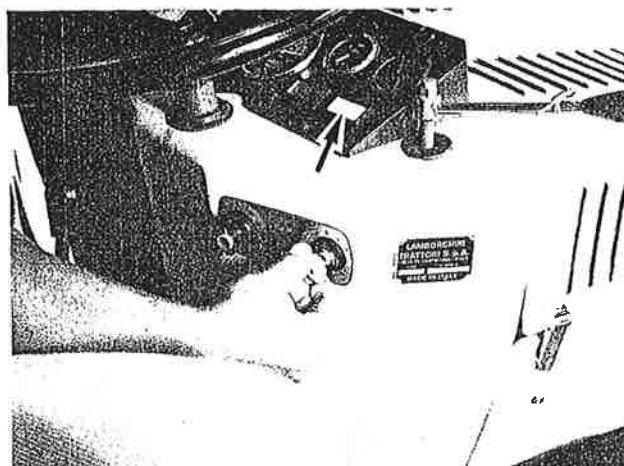

FIG. 36 - Contrôle du fonctionnement de la bague de Préchauffage sur collecteur d'admission
- enfiler la clé d'allumage dans le tableau de bord; faire tourner cette clé dans le sens contraire à celui des aiguilles d'une montre de façon à arriver à la position "P" (Fig. 36);